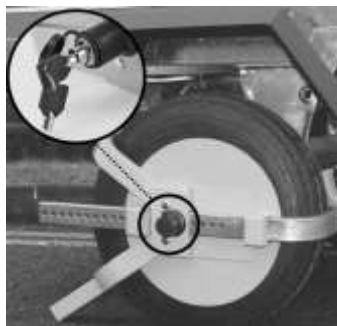

fig. 4
6. Insérez la clé (E) dans le verrou, poussez-la vers l'intérieur et tournez-la pour verrouiller (fig. 4).